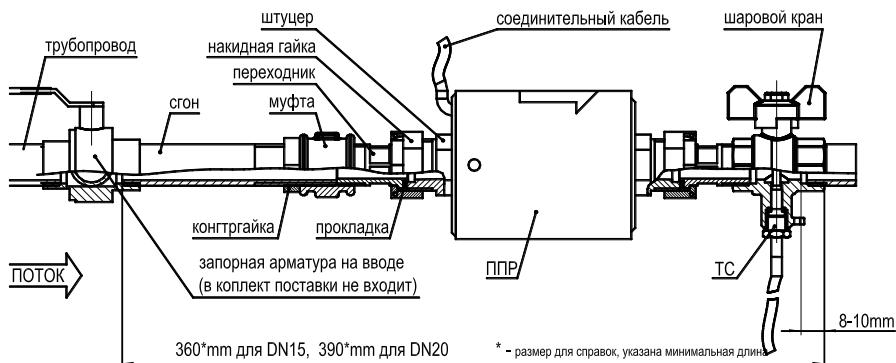

рис. 5.4
- в выбранном месте установки первичного преобразователя необходимо вырезать участок трубопровода с учётом габаритной длины ППР, переходников, шарового крана и сгона (см. рис. 5.4);
- установить ТС в шаровый кран (см. рис. 5.4).